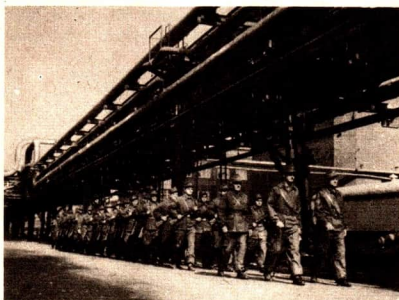

Abb. 22 Kampfgruppen
Die Überführung der Werke in Volkseigentum sicherte gleichzeitig auch die Produktion von Ammoniak für friedliche Zwecke, zum Nutzen des Volkes in Industrie und Landwirtschaft. Erst die Arbeiterklasse vermochte unter Führung ihrer Partei die wissenschaftlichen Leistungen *Habers* im Interesse der Menschheit voll zu nutzen. Die Arbeiter des VEB Leuna-Werke „Walter Ulbricht“ werden deshalb auch ihren Betrieb stets zu schützen wissen (Abb. 22). Sie setzen damit die revolutionären Traditionen der Leunaarbeiter fort. Gegenwärtig unternehmen die Beschäftigten im VEB Leuna-Werke „Walter Ulbricht“ alle Anstrengungen, um die Position der Deutschen Demokratischen Republik hinsichtlich der Chemieproduktion im Weltmaßstab weiter zu festigen und durch die Stärkung unserer Republik zum Sieg des Sozialismus über den Kapitalismus beizutragen. ①